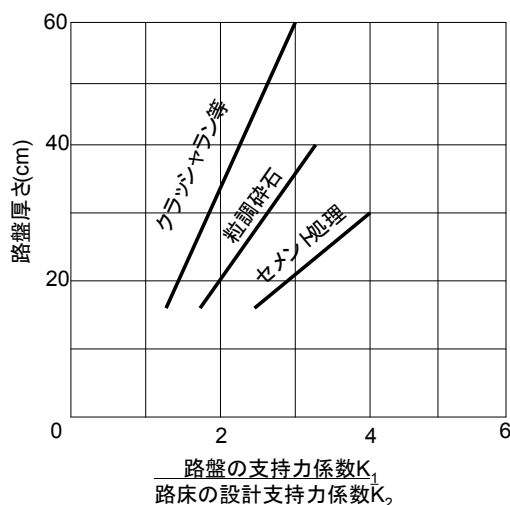

Figure 1
- 路床の設計支持力係数が $50(MN/m^3)$ である。下層路盤をクラッシュラン路盤で20cm厚さにするとすれば、路盤面の支持力係数 $K_1=200(MN/m^3)$ とするためには、上層路盤を粒度調整砕石とした時の必要厚さは(フ)(cm)である。また、セメント安定処理とした時は(ヘ)(cm)である。(Figure 1 参照)。
(1) コンクリート版の幅 $B=4.0(m)$ 、長さ $L=10(m)$ 、厚さ $h=0.3(m)$ および摩擦係数 $f=1.0$ の場合に、 $\phi=22(mm)$ の鉄筋を用いたタイバーの必要断面積 $A_s=$ (ホ) (m^2)、必要本数 $N=$ (マ) (本)、最小長さ $r=$ (ミ) (m)である。なお、コンクリート版1枚に作用する摩擦力 $F=0.024fBLh(MN)$ であり、鉄筋の許容応力度は $130(MN/m^2)$ 、付着許容応力度 $1.6(MN/m^2)$ である。
(2) コンクリート版に作用する輪荷重応力には、(ム)応力、(メ)応力、(モ)応力の3種類あり、これらのうち設計上最も問題となる応力は(ヤ)応力である。